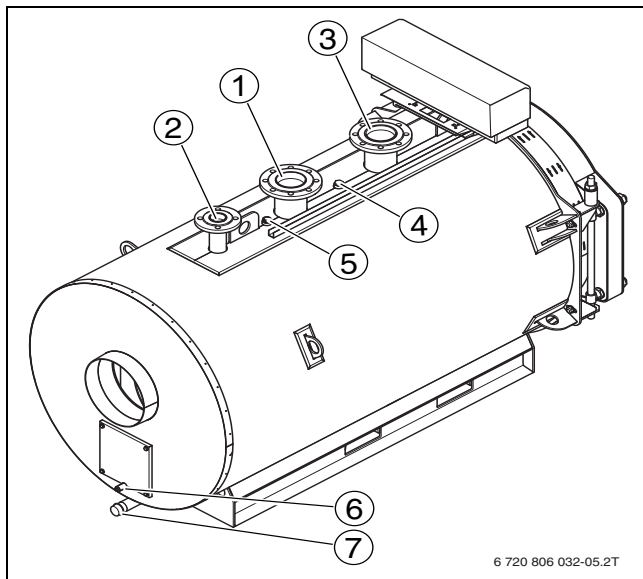
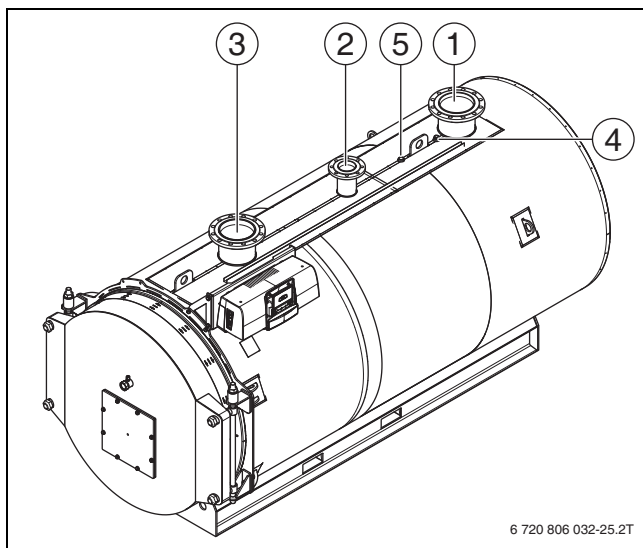

Fig. 16 Cazan de încălzire Uni 3000 F 120 kW până la 820 kW (stânga = latura din spatele a cazanului)
Fig. 17 Cazan de încălzire Uni 3000 F 1040 kW până la 1850 kW (stânga = partea anterioară a cazanului)
- Racordați returul sistemului de încălzire la racordul returului cazanului de încălzire (→ fig. 16 și fig. 17, pagina 18, [3]).
- Racordați turul sistemului de încălzire la bransamentul de tur al cazanului (→ Fig. 16 și fig. 17, [1]).
- Fixați supapa de siguranță cu șuruburi la racordul turului țevii de siguranță (VSL) (→ fig. 16 și fig. 17, [2]).